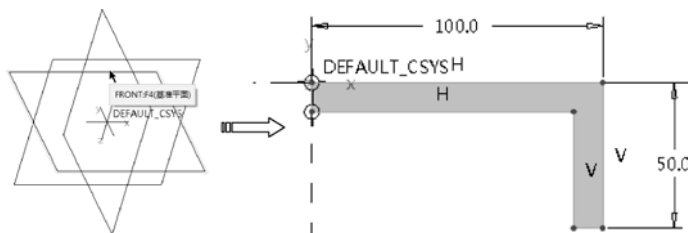

图 3-94 选择草绘平面并绘制拉伸截面
- 单击“拉伸”按钮，选择 FRONT 基准平面作为草绘平面并自动进入到草绘环境中，然后绘制如图 3-94 所示的拉伸截面。